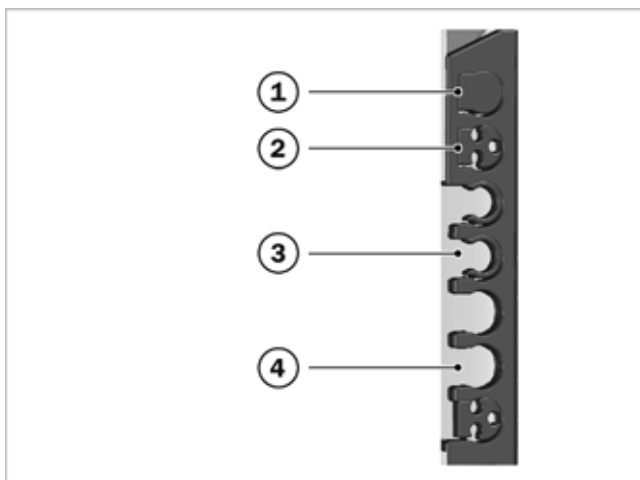

Fig. 21: Adaptadores de las conducciones
4. Tienda el otro extremo del tubo de condensación con una reducción triple (véase → Fig. 21, 2) por una conducción o bien a la derecha, o bien a la izquierda, del soporte teniendo en cuenta una pendiente suficiente.
2. Tienda la tubería de gas con ayuda de una reducción triple (véase → Fig. 21, 2) por una de las conducciones superiores en el lado derecho o en el izquierdo del soporte.